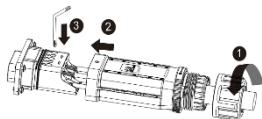

Fig. 11: Conectar los conductores
- 1 Pase el cable configurado por la tuerca y la cubierta (fig. 11, n.º 1 y 2) y fíjelo al portacontactos (fig. 11/n.º 3) con la llave Allen suministrada siguiendo el orden de cables [X A_3 / 4,0 Nm].
- 2 Deslizar la cubierta (fig. 11, pos. 3) sobre el conector de modo que el orificio de la cubierta quede visible (fig. 12).